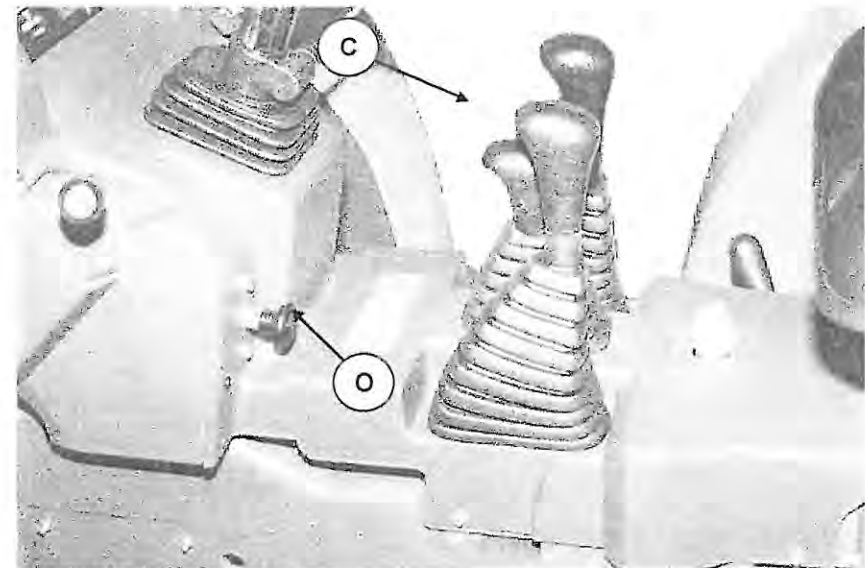

Abb. 6
**C. SCHALTHEBEL FÜR WENDEGETRIEBE (bei Frontlenkern mit Wendegetriebe - Abb. 6 )**
**N. MOTOR - STOPKNOPF (Abb. 6)**